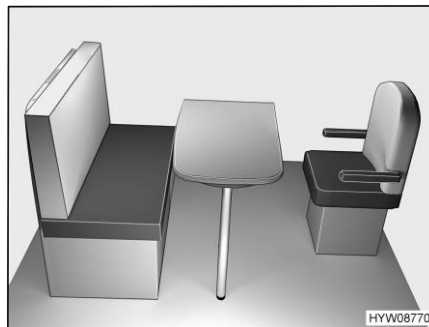

Bild 72 Före ombyggnaden
- Sväng förarstolen mot bordet (Bild 72).